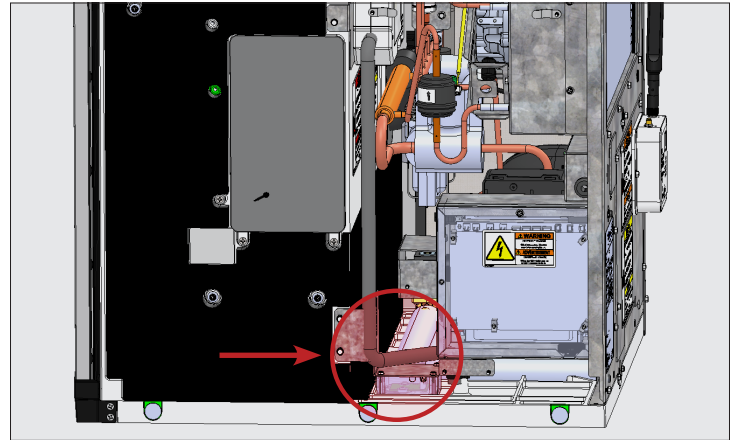

Fig. 1 Ubicazione del blocco del sensore per il livello del ghiaccio.
3. Togliere le due viti che tengono la staffa attaccata alla custodia di plastica. Si veda la Fig. 1